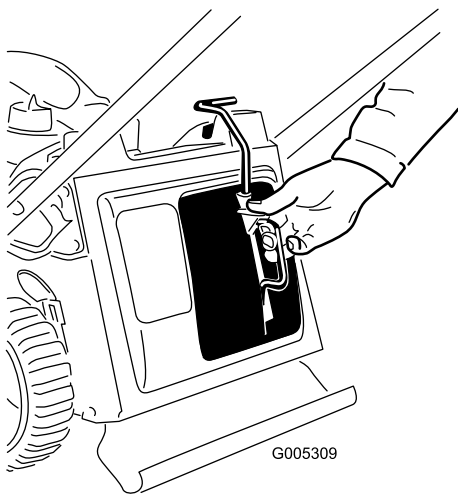

Figure 29
1. Enlevez l'obturateur de mulching (Figure 29).